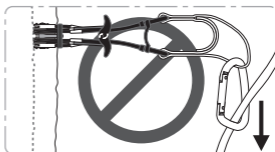

Abbildung 4
- (*siehe **Abbildung 4***). Die Kraft ist in dieser Situation geringer und das Gerät kann herausrutschen.
Das kann nach wiederholten Querbelastungen auftreten (**siehe *Abbildung 4***). Ziehen Sie in diesem Fall die Feder von Hand nach unten, um sie von der Führung zu trennen. Lassen Sie dann die Feder wieder los.